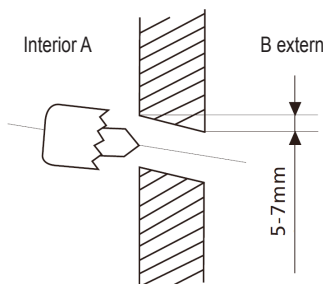

fig. 11 -
5. Realizați un orificiu de Ø65 mm (sau Ø 90mm în funcție de model) în perete ("fig. 11 -"), ușor în jos spre exterior, începând să găuriți dintr-o parte a peretelui (A) și terminând în partea opusă (B), pentru a evita spargerea nedorită ale peretelui.